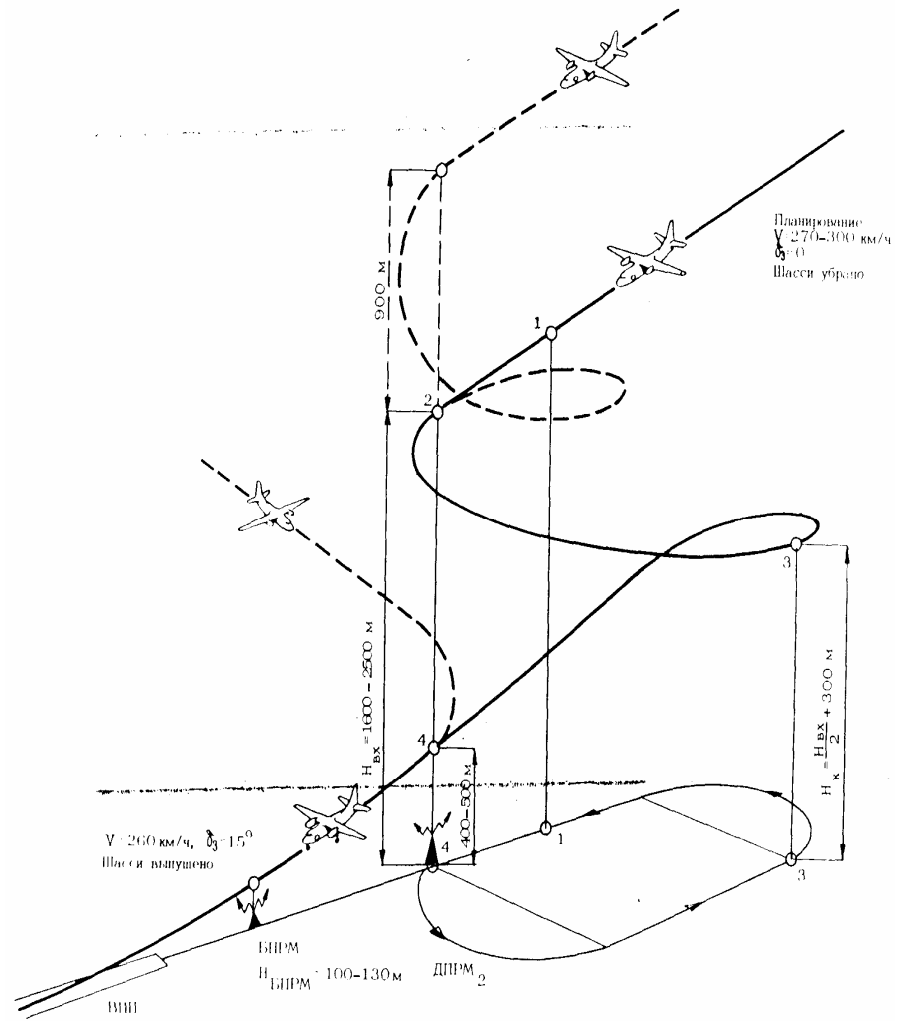

Рис. 5.1. Схема захода на посадку с отказавшими двигателями АИ-24ВТ:
- в момент пролета ДПРМ запомнить высоту полета (H_{BX}), выполнить разворот с креном 30 на курс, обратный посадочному, и планировать с этим курсом до достижения контрольной высоты (рис. 5.1), равной